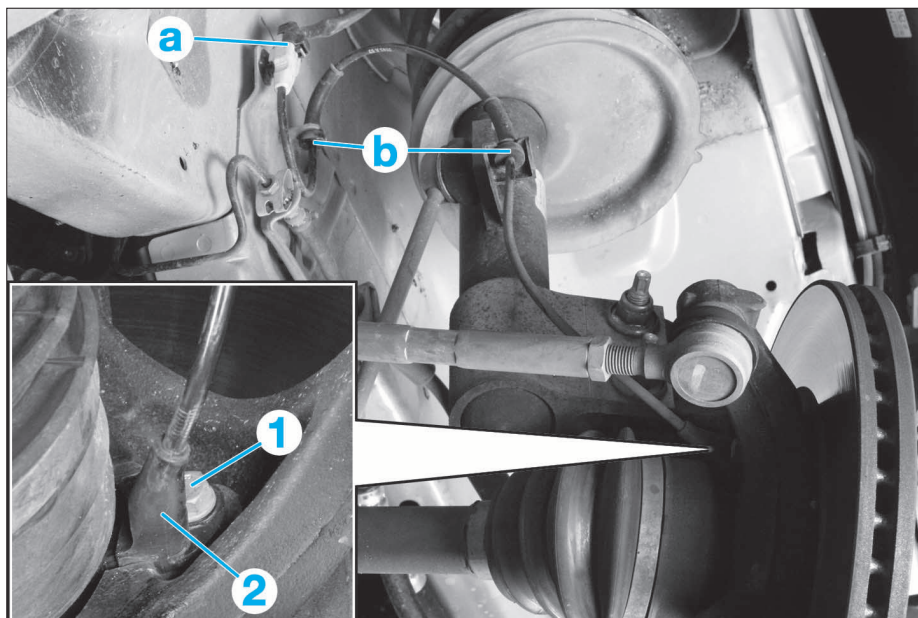

FIG. 22
- Débrancher le connecteur en "a" (Fig.22).
- la vis (1)
- le capteur de roue (2)
- Contrôler la propreté du capteur de roue (2).